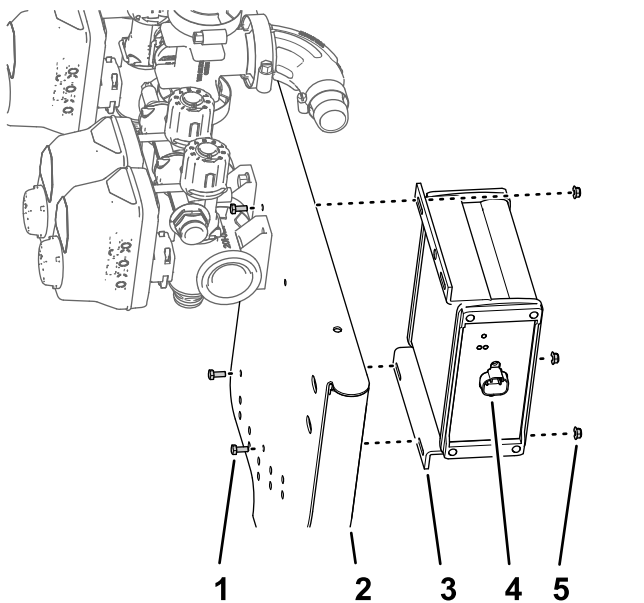

Рисунок 98
1. Установите контроллер опрыскивателя ASC 10 на передней стороне опоры крепления клапанов так, чтобы 4-штыревой разъем был направлен наружу (Рисунок 98).
- Установите контроллер опрыскивателя на опору крепления клапанов (Рисунок 98) с помощью 3 болтов (4 x 10 мм) и 3 фланцевых контргаек (4 мм).